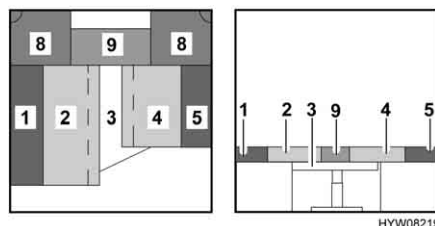

Fig. 67 Durante la trasformazione
- Ruotare i due cuscini del divano angolare (Fig. 67,8) di 180°.
- Posizionare i cuscini del divano (Fig. 67,2 e 4) al centro.
- Posizionare i cuscini dello schienale (Fig. 67,1 e 5) tra i cuscini del divano (Fig. 67,2 e 4) e la parete esterna.